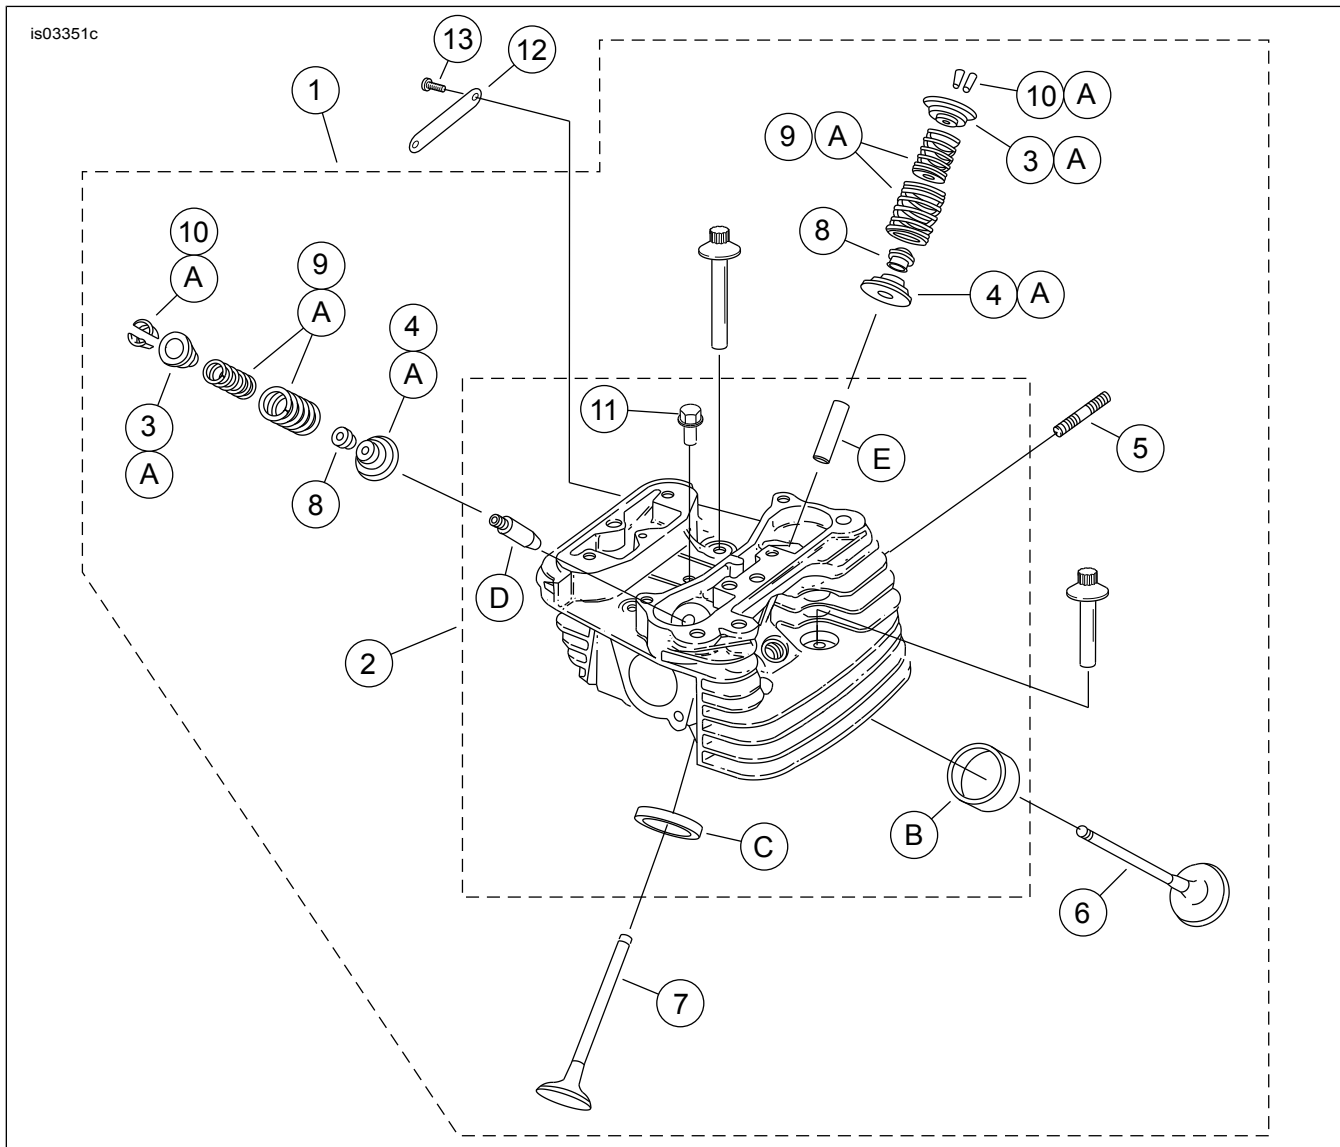

Figura 9. Piezas de servicio: Motor para competencias Screamin' Eagle Pro SE120R
Vea la Figura 9. Las culatas de los cilindros de reemplazo (1) tienen medallones de puertos "CNC PORTED". Si lo desea, vuelva a usar o compre medallones "120R" nuevos (12).